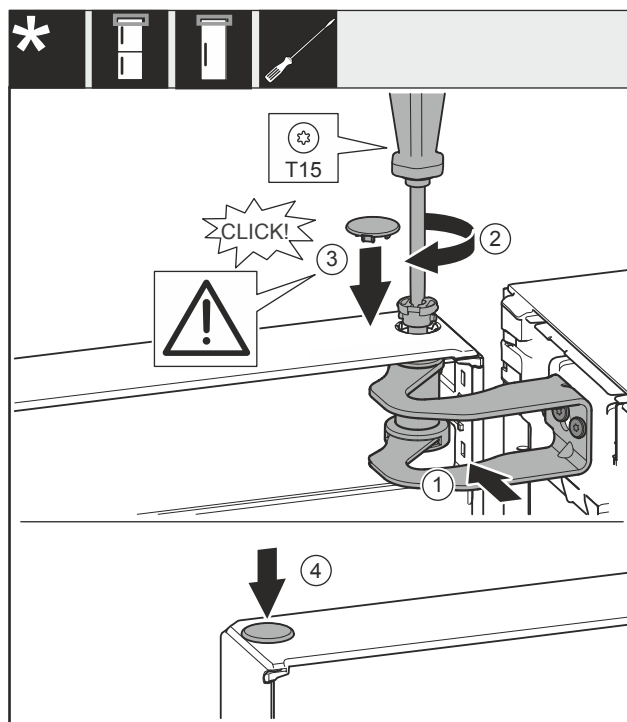

Fig. 24
- Vrata poravnajte z odprtino v ležajnem podstavku Fig. 24 (1).
- Vstavite sornik Fig. 24 (2) in ga zategnite z izvijačem.
- Vstavite pokrov Fig. 24 (3).
- Preverite, ali pokrov Fig. 24 (3) pravilno leži na vratih.
- Vstavite pokrov Fig. 24 (4).